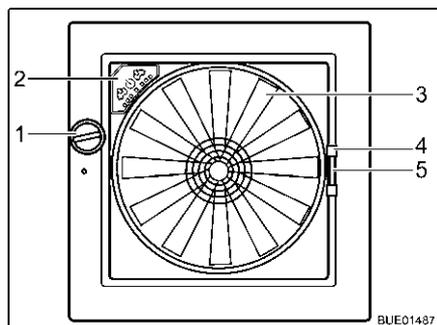

Fig. 84 Oblò Omni-Vent
- Ruotare la manopola (Fig. 84,1), finché non si raggiunge l'angolo di apertura desiderato.
- Ruotare la manopola (Fig. 84,1), finché l'oblò non è completamente chiuso.
- Tirare la zanzariera per l'impugnatura (Fig. 84,4) verso il lato opposto del telaio.
- Serrare la maniglia (Fig. 84,5) dell'oscurante.
**Ventilatore** Se l'oblò è aperto, l'abitacolo può essere ventilato e sfiato con il ventilatore a 6 stadi (Fig. 84,3). Il ventilatore si controlla dal quadro di comando (Fig. 84,2).